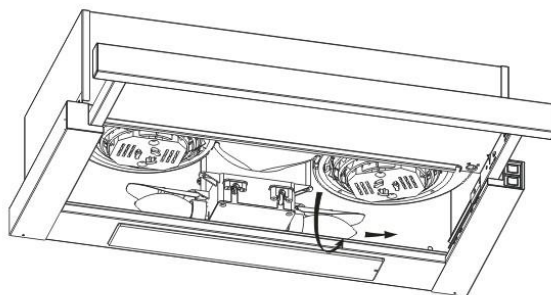

Figura 5
- Înlocuiți becul (consultați Figura 5).